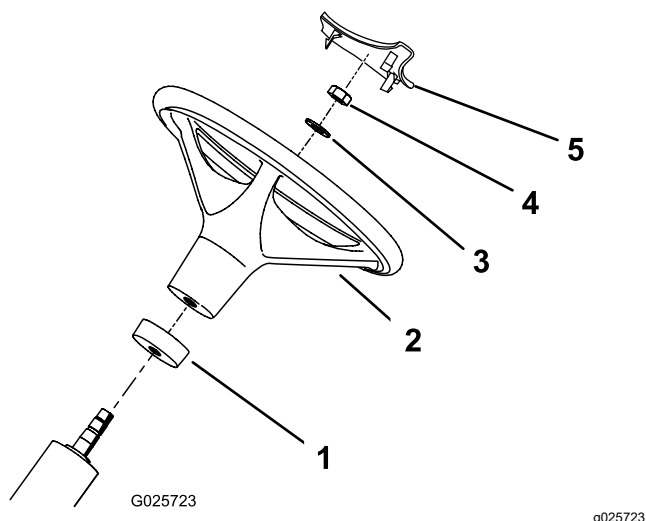

Рисунок 3
2. Наденьте кольцо из пеноматериала на рулевой вал концом меньшего диаметра вниз (Рисунок 3).
3. Наденьте рулевое колесо на рулевой вал (Рисунок 3).
4. Закрепите рулевое колесо на рулевом валу с помощью шайбы и стопорной гайки (Рисунок 3).
6. Вдавите крышку рулевого колеса на штатное место на рулевом колесе (Рисунок 3).